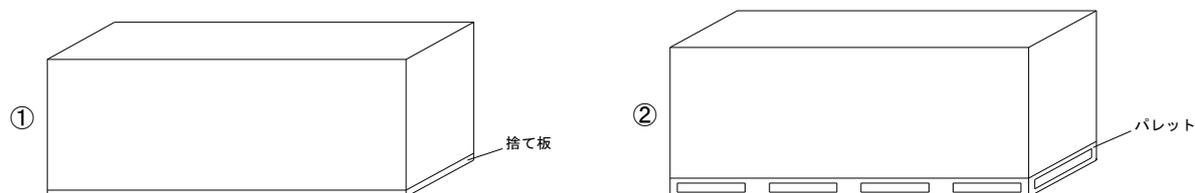

図 1 タイガーEX ボード保管概略図
- ・タイガーEX ボードの保管は、波打ちや反りを防止するため高さのそろった台上にボードの縁が台からはみ出ないようにしてください (図 1 参照)。また、各山の一番上のボードは裏面を上面とし、タイガーEX ボードを屋外で保管する場合は、必ずパレット積みとしてください。